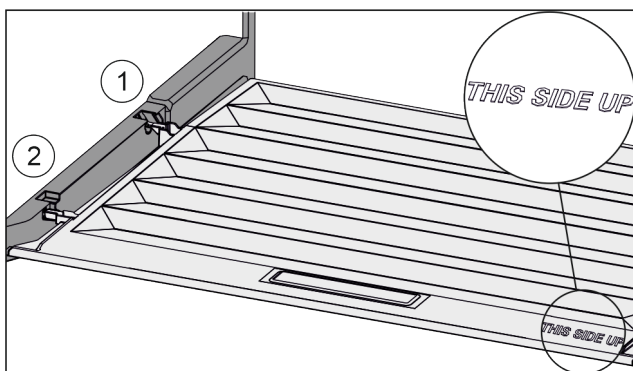

Fig. 34
- ▶ Výstupky víka zaveďte do zadních držáků Fig. 34 (1) a vpředu zaklesněte do držáku Fig. 34 (2).